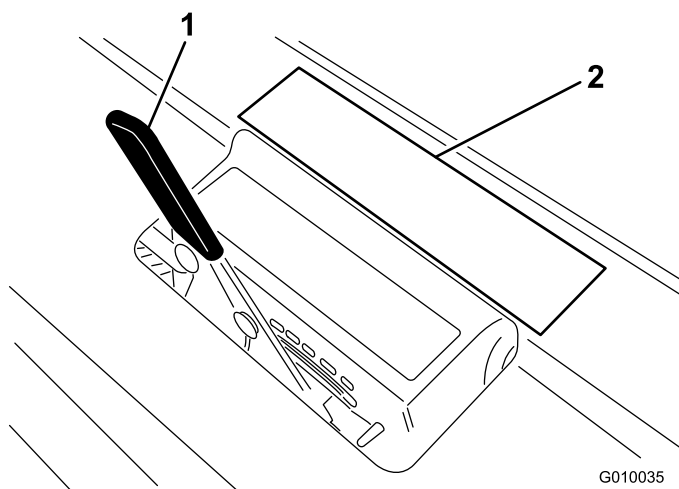

Bild 28
2. Legen Sie den Stachel auf das Schild für die Stacheltiefe (Bild 28). Richten Sie ein Ende mit der gewünschten Aerifiziertiefe aus (siehe das Stacheloverlay auf dem Schild).